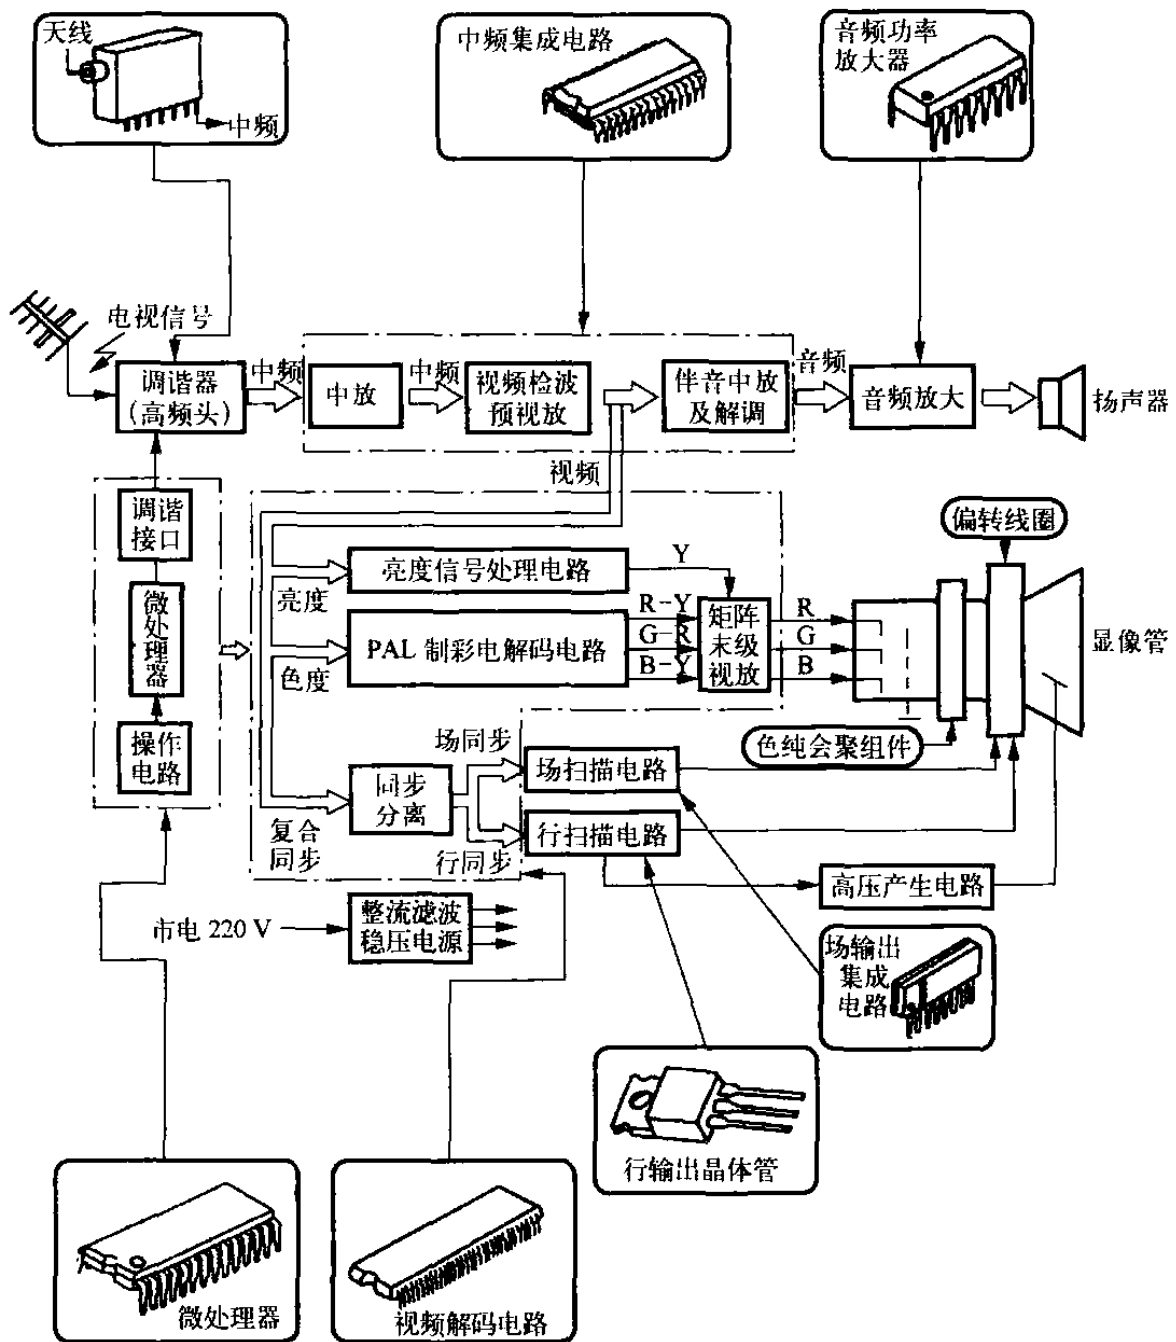

图 1-3 彩色电视机电路框图
图 1-3 是一台普通彩色电视机的电路框图。从图可见,它主要是由调谐器(高频头)、中频通道(视频检波、伴音解调)、音频电路、视频信号处理电路(亮度电路、色度解码电路)、行/场偏转电路、行输出变压器、系统控制电路和开关电源等部分组成的。这些电路按照它们的功能大致可分为公共通道、解码器电路和成像系统三大部分。公共通道的作用是把由天线接收来的高频彩色电视信号变成视频的彩色全电视信号和伴音的音频信号,实际上这部分就是黑白电视机的信号系统;解码器是彩色电视机特有的电路,它是与彩色电视制式有关的部分;而彩色显像管(包括偏转线圈),同步分离电路,行/场扫描电路和高压电路等则是彩色电视机的成像系统。
① 亮度通道与色度通道。从图 1-3 可见，彩色电视中频信号经视频检波器解调出彩色全电视信号，再经预视放级放大后，一路送入亮度通道，先经色副载波陷波器把色副载波和部分色度信号滤除得到亮度信号，然后把亮度信号进行放大、延时之后，送入解码矩阵电路；同时进行亮度和对比度的控制。另一路送入色度通道，它的作用是从视频彩色全电视信号中选出色度信号，并加以放大和解调，这样就重新得到两个色差信号 U_{R-Y} 和 U_{B-Y} ，最后，这两个色差信号也送至解码矩阵电路。
② 解码矩阵电路。解码矩阵电路的作用是，先利用由色度通道送来的两个色差信号 U_{R-Y} 和 U_{B-Y} 通过 $(G-Y)$ 矩阵电路恢复出 U_{G-Y} 色差信号，然后把亮度通道送来的亮度信号 U_Y 与三个色差信号 U_{R-Y} 、 U_{G-Y} 和 U_{B-Y} 在基色矩阵电路中还原为 U_R 、 U_G 、 U_B 三个基色信号，它们经过视放输出级分别送至彩色显像管的三个阴极去调制三个电子束的电流大小，重显出彩色图像。
③ 基准色副载波恢复电路。基准色副载波恢复电路的作用是产生相位适合的 (0°) 色副载波，一路直接送至 U 同步检波器参与 F_U 分量的解调；另一路先经 90° 移相器，再经 PAL 开关逐行倒相后 $(\pm 90^\circ)$ 送至 V 同步检波器参与 F_V 分量的解调。
(3) 成像系统
① 同步分离电路。同步分离电路的作用是从彩色全电视信号中分离出场/行复合同步信号,用于场/行扫描电路,使它与接收的电视信号的场/行扫描同步,以获得稳定的图像。
② 场/行扫描电路。和黑白电视机场/行扫描电路的工作原理类似,其功能是向场/行偏转线圈提供线性良好,幅度足够的场频和行频锯齿波电流,使电子束发生有规律地偏转,以保证在彩色显像管屏幕上形成宽、高比正确,而且线性良好的光栅,这是显像管显示图像的基本前提。另外,其输出级通过行输出变压器还产生高压、中压、低压电源,为显像管以及其他电路提供所需的电源。
③ 高压产生电路。它利用行扫描的逆程脉冲通过行输出变压器进行升压,然后经整流滤波产生 20 kV 左右的直流高压。其作用是向显像管提供阳极高压、聚焦电压和加速极电压,这也是显像管正常显示图像的基本条件。同时,它还向视放输出级提供工作电压和整机使用的低压。
④ 显像管电路(显像管尾板电路)。它一般由矩阵及视放电路组成,其功能是将三个色差信号和亮度信号合成,还原为 R、G、B 三基色信号,视放电路将 R、G、B 信号放大后加至显像管三个阴极,控制显像管三个电子枪电子束的强弱。
(4) 电源电路